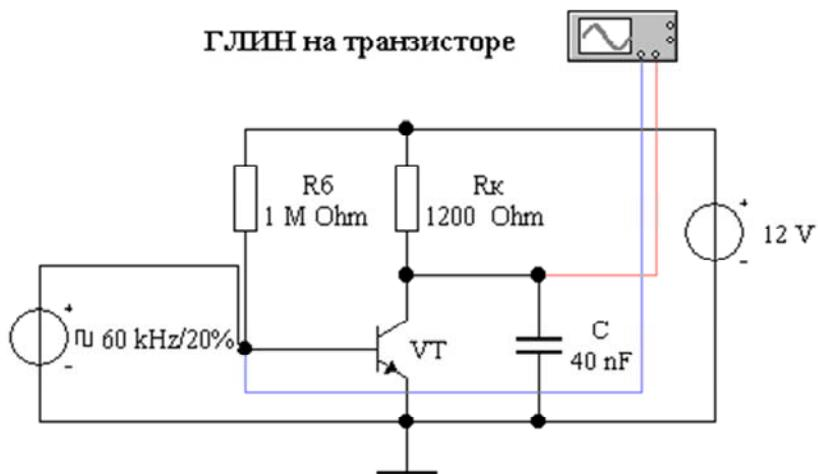
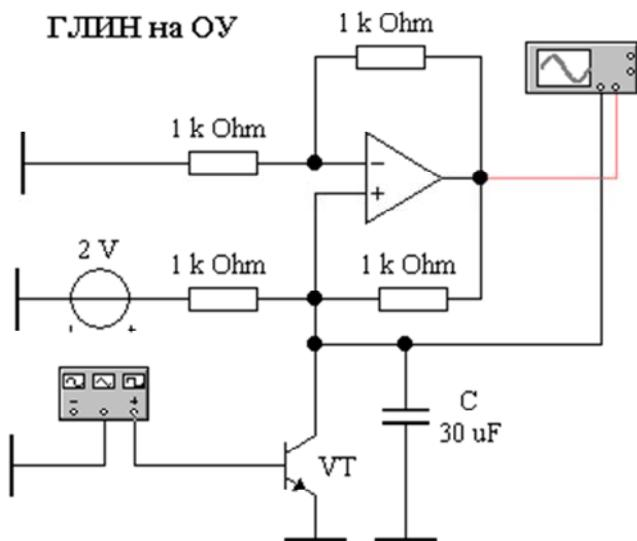

Рис. 9.13. ГЛИН на транзисторе (файл **glin_tr.ewb**)
Рис. 9.14. ГЛИН на ОУ (файл **oa_glin.ewb**)
13. Исследовать генераторы линейно изменяющегося напряжения (ГЛИН). В схемах ГЛИН на транзисторе (файл **glin_tr.ewb**, рис. 9.13) и ГЛИН на ОУ (файл **oa_glin.ewb**, рис. 9.14) обратить внимание на ключевой режим работы транзистора VT, управляющий процессом перезаряда конденсатора C .